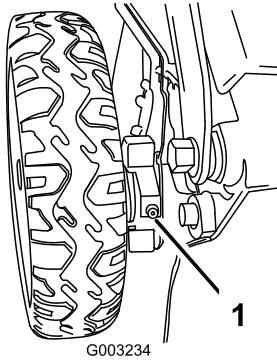

Figura 33
1. Limpie con un trapo limpio los puntos de engrase situados justo dentro de las ruedas traseras (Figura 33).